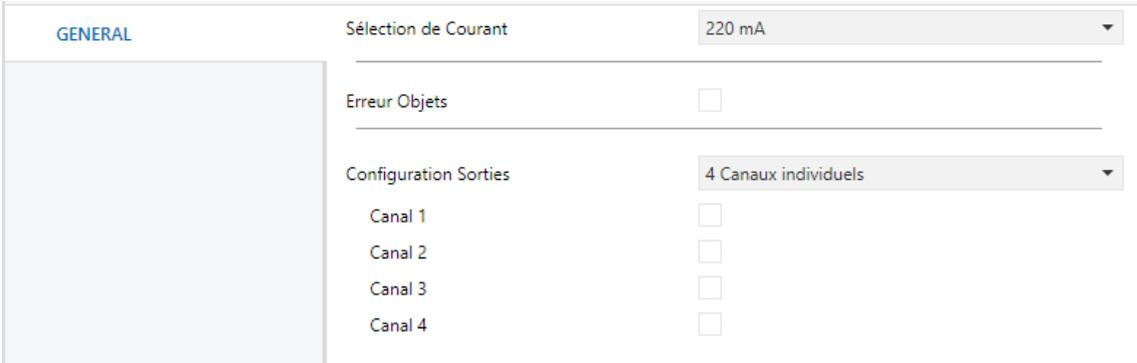

Figure 4. Paramétrage ETS Général
Lumento C dispose d'un ensemble de fonctionnalités, désactivées par défaut (voir Figure 4), qui pourront être activées sélectivement en fonction des besoins de l'installation.
- **Configuration des sorties:** détermine le type de contrôle à effectuer sur les sorties "canaux individuels" (par défaut), "RGBW" et "RGB+W". En cas d'opter pour la première option, on pourra aussi habiliter ou désactiver chacun des canaux au moyen des cases spécifiques (voir Figure 4).